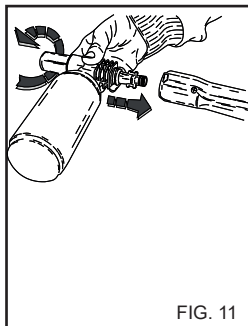

FIG. 11
- 2) Tag forlængerstykket af håndgrebet og sæt rengøringsmiddelsprøjtesættet (fig. 11) ind; start rengøringsmaskinen og kom væske på den overflade, der skal renses. Begynd nedefra og fortsæt i opadgående retning. Hvis maskinen er udstyret med opsuugning af rengøringsmiddel, skal man åbne for doseringshanen (Fig. 5B) og flytte dysen fremad. Lad virke et par minutter.